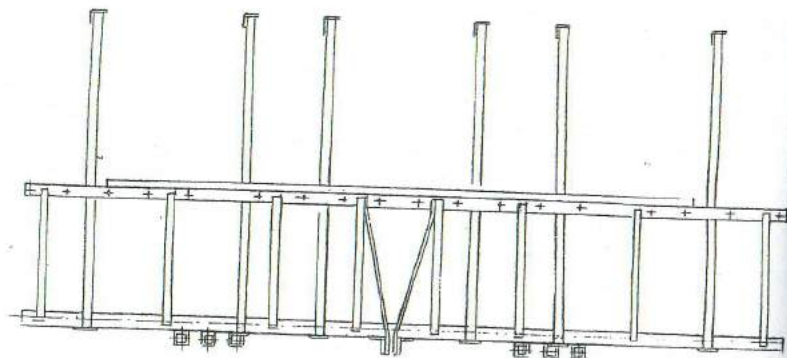

Рис. 2
- 3.2 Рама (рис. 2) культиватора является основной несущей частью конструкции. К раме приваривается кронштейн для установки гидроцилиндра.